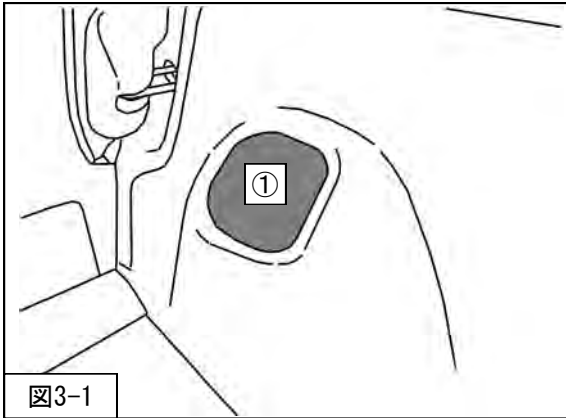

図3-1
1. ①カーゴサイドライニンググリッドを取外してください。(図3-1)